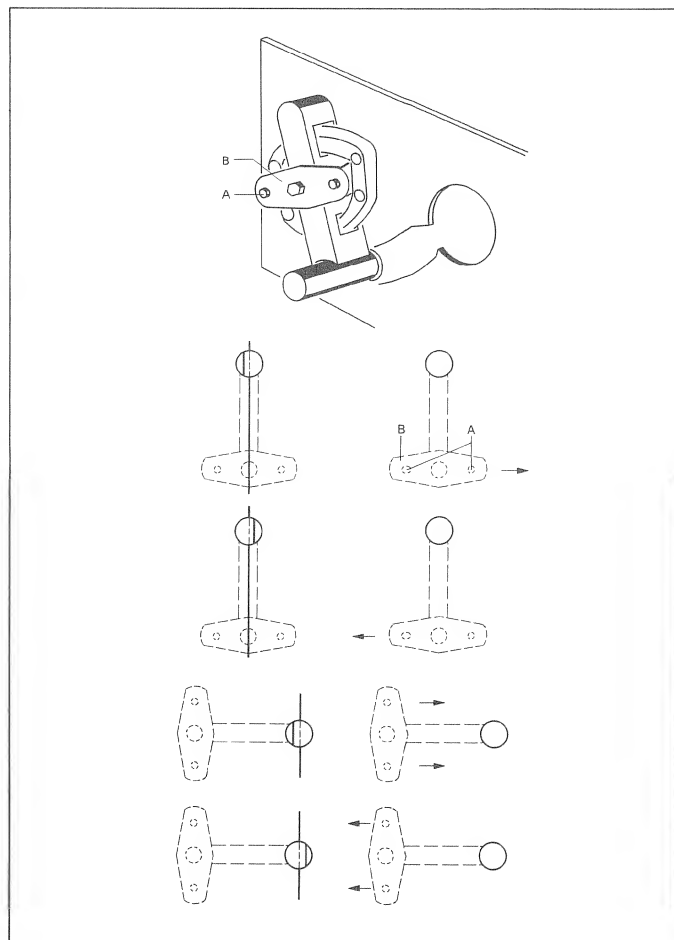

Fig. 4.22
- Déplacer la plaque d'appui [B] selon la figure 4.22. Revisser les vis [A] une fois la position correcte acquise.